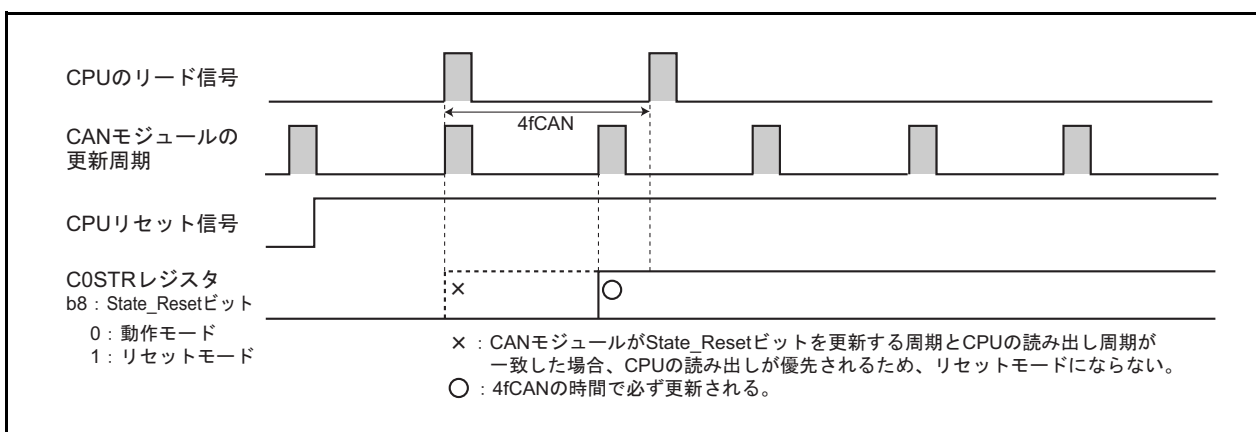

図18.28 CPUのポーリング周期を3fCANより長くした場合
- CPUがC0STRレジスタをポーリングする場合、3fCANより長い周期にする(図18.28参照)。